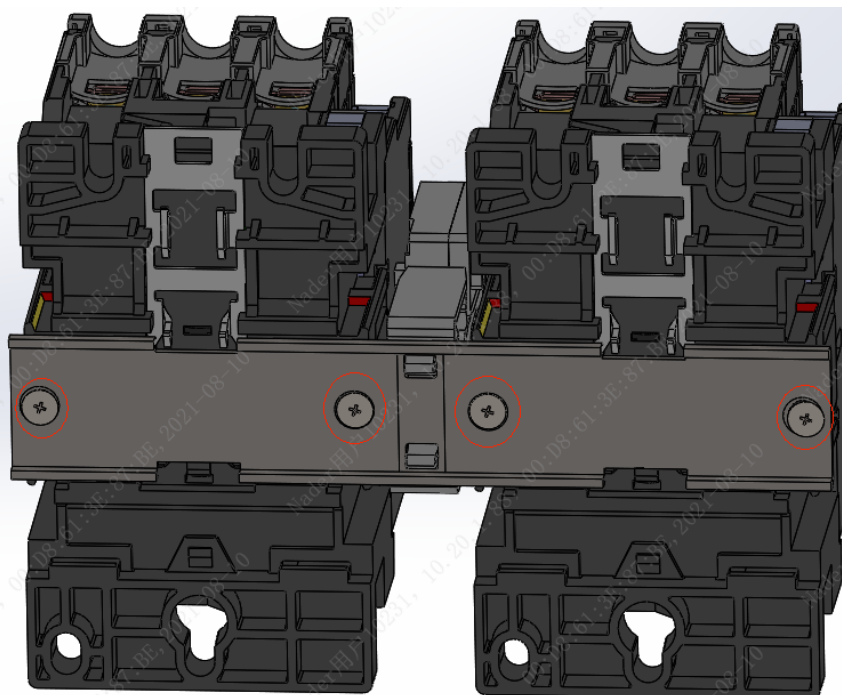

图 6
4.2 把联锁机构轴与接触器孔进行配合安装, 同理, 联锁机构另一轴安装在另外一台接触器的安装孔内, 再将联锁固定塞座安装到连接底板上, 然后连同连接底板一起安装到产品底座对应的孔上, 使用自攻螺丝进行固定 (1.2N.m), 先紧固中间 2 个螺钉 如图 6 及图 7 所示